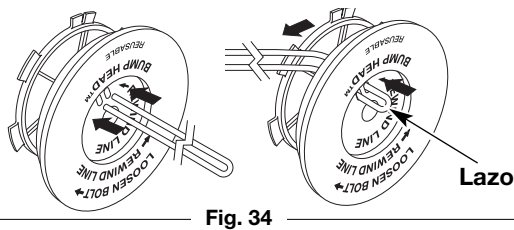

Fig. 34
6. Tome aproximadamente 6 m (20 pies) de nueva línea de corte, enlázela en dos longitudes iguales. Inserte cada extremo de la línea a través de uno de los dos orificios del carrete interior (Fig. 34). Pase la línea a través del carrete interior de modo que el lazo sea lo más pequeño posible.